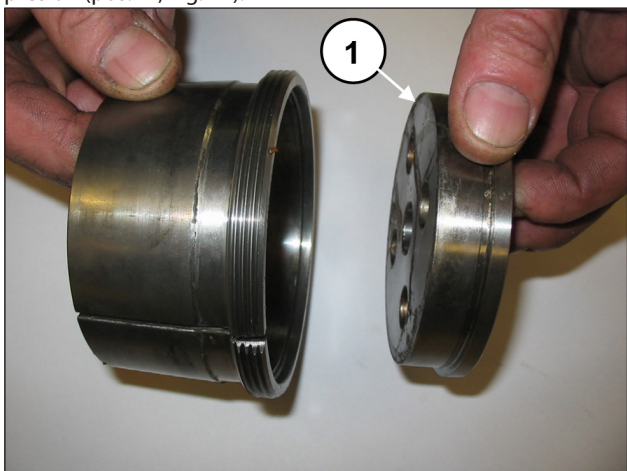

Fig. 21
Separar la brida que bloquea el casquillo del casquillo de presión (pos. ①, Fig. 21).